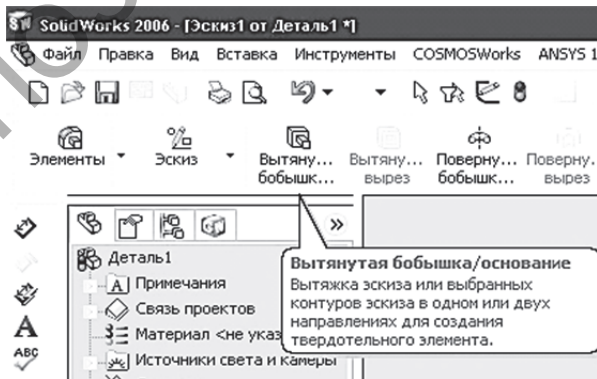

Рисунок 3.4
4. Выйдите из режима построения эскиза, щёлкнув на кнопке «Выход из эскиза». Для создания модели на основе построенного эскиза на вкладке «Элементы» выберите команду «Вытянутая бобышка/основание» (рис. 3.4). На панели свойств команды задайте величину выдавливания **30 мм**. Результат представлен на рисунке 3.5.